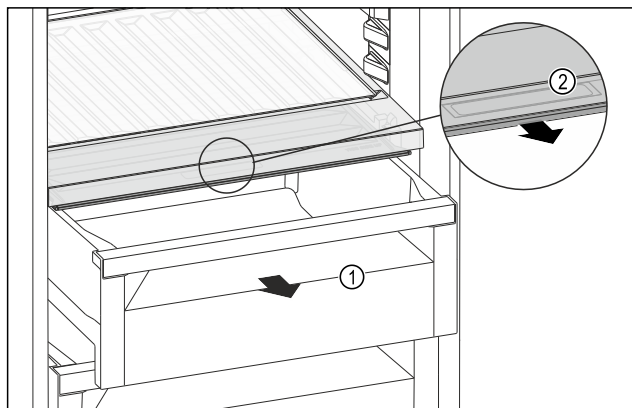

Fig. 206
- Извлеките выдвижной ящик Fig. 206 (1).
- Возьмитесь за утопленную ручку Fig. 206 (2) на крышке отделения и одновременно потяните крышку отделения вперед.